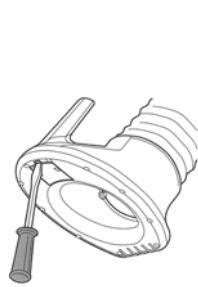

Fig.11
1) マイナスドライバーを使用して、フード吸引側のカバーを外してください。(Fig.11)